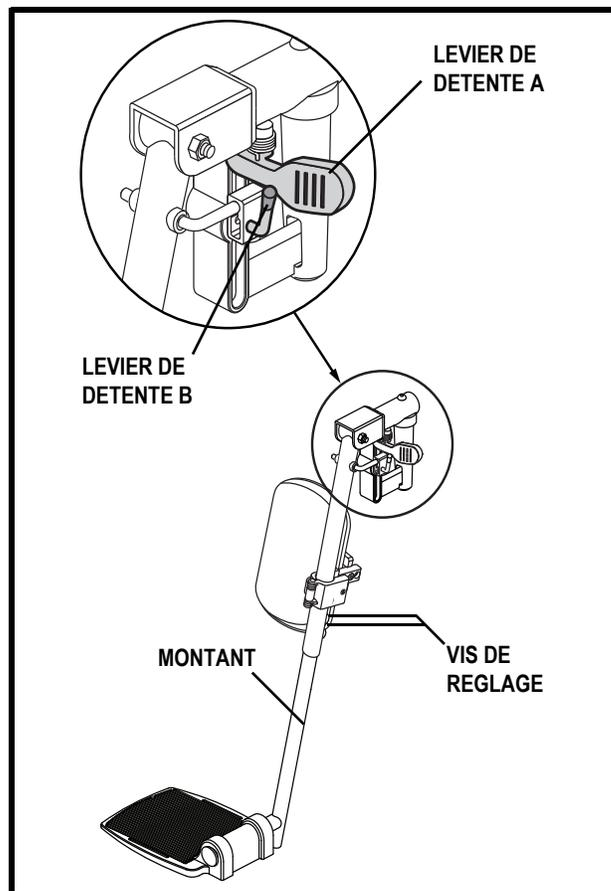

Figure 23. Appuis-jambes éleveurs
1. Pesez sur le levier de détente B. Voir la figure 23.
1. Retirez la vis de réglage sur le côté de la rallonge de l'appui-jambe. Voir la figure 23.